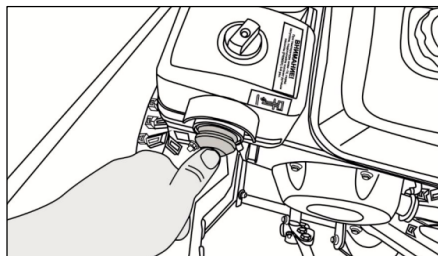

Рис. 25
4. 5-6 раз нажмите на ручной насос подкачки топлива (праймер), тем самым закачайте топливо в карбюратор (рис. 25).